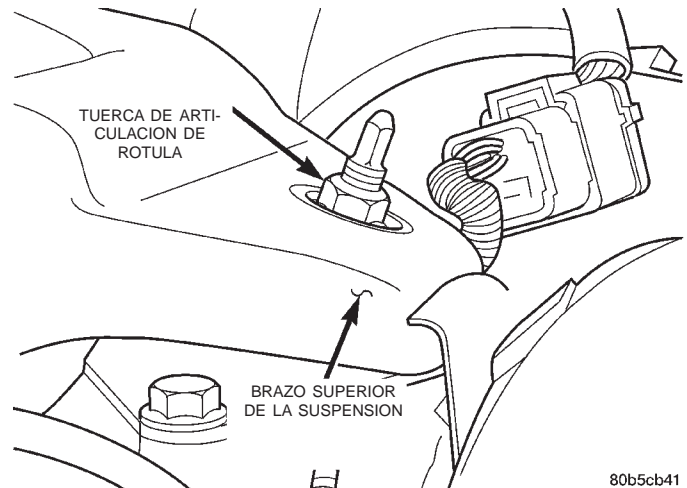

Fig. 11 Tuerca de la articulación de rótula
(3) Retire la tuerca de la articulación de rótula de la parte superior del brazo superior de la suspensión (Fig. 11).